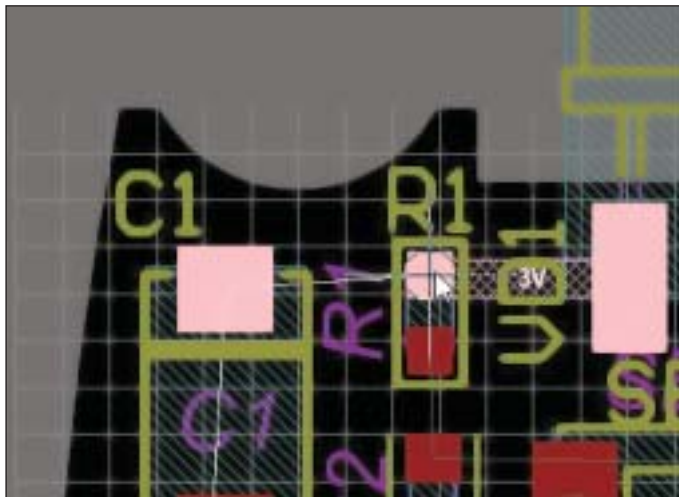

Рис. 82. Прокладка трассы
11. Выйдите из режима трассировки, еще раз нажав правую кнопку мыши или клавишу *ESC* (рис. 82).